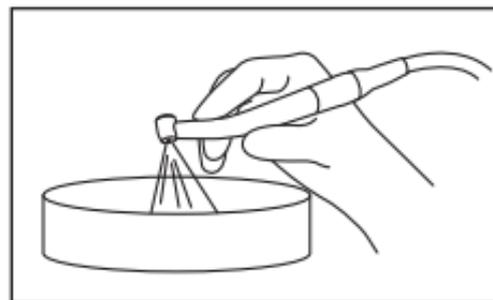

Fig. 12
- 4 Faites fonctionner le moteur du côté fauteuil pendant au moins 20 secondes afin de purger tout liquide présent dans le moteur (Fig. 12). (M205)